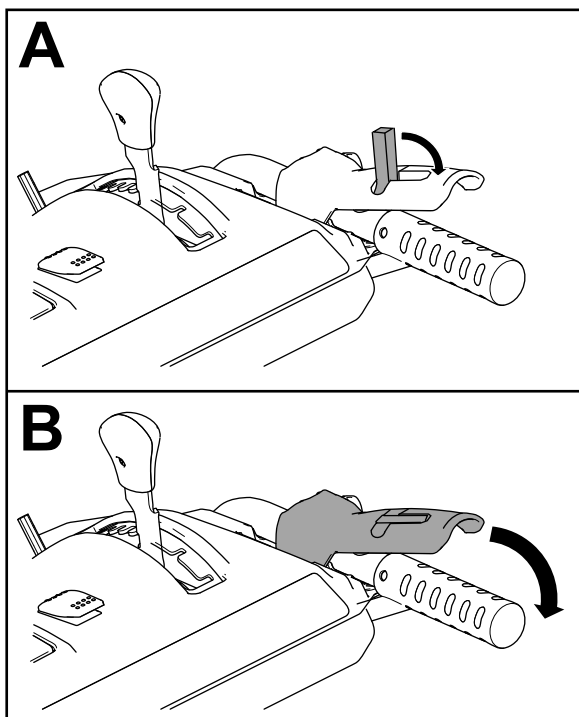

Figura 22
1. Para engranar la transmisión del sinfín/impulsor, mueva hacia atrás el interruptor de bloqueo en la palanca y, a continuación, apriete la palanca derecha (sinfín/impulsor) hasta la empuñadura (Figura 22).